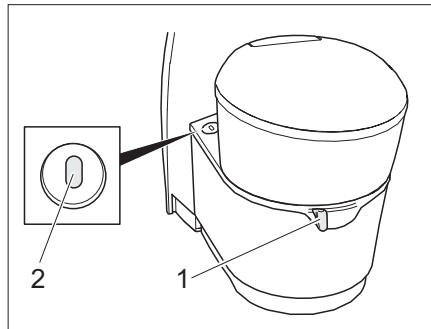

Bild 119 Thetford-Toilettenschüssel, schwenkbar
- Vor dem Spülen den Schieber der Thetford-Toilette öffnen. Dazu den Schieberhebel (Bild 119,1) entgegen dem Uhrzeigersinn schieben.
Die Anzeige (Bild 119,2) wird rot, wenn die Thetford-Kassette entleert werden muss.
- Den Schieberhebel (Bild 119,1) im Uhrzeigersinn schieben. Der Schieber wird geschlossen. Zum Entleeren **muss** an der Thetford-Toilette der Schieber geschlossen sein.